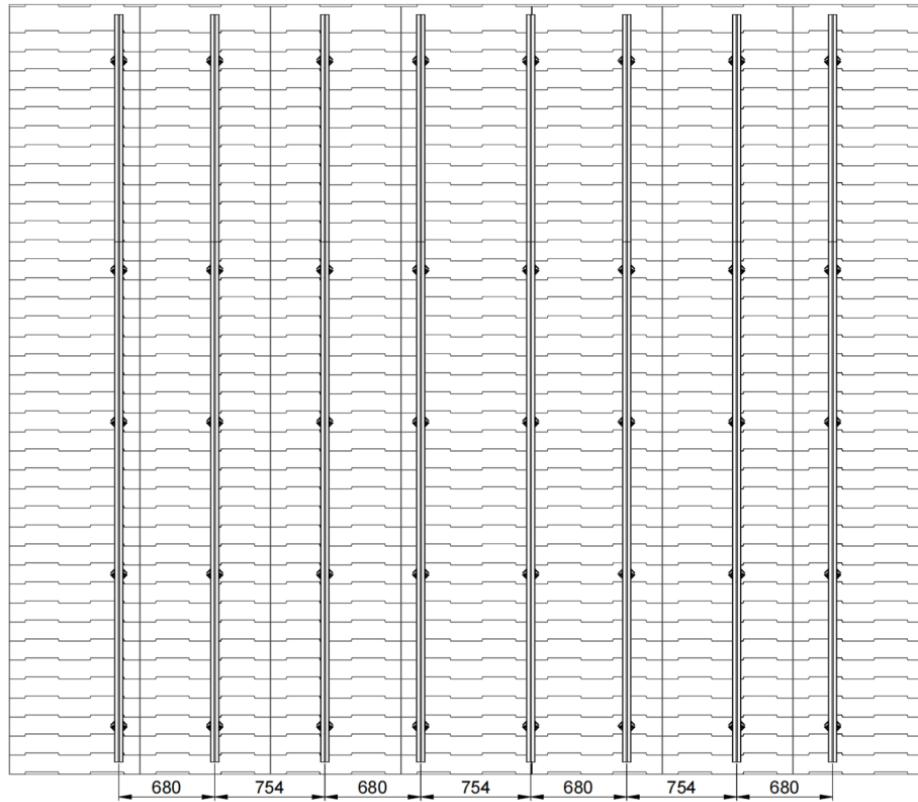

図 1
- 設計施工図面に基づき、レール配置計画を確定し、メジャーと水準器を用いて屋根面にレール中心線の位置を標示する。レールの設置間隔は、上表の基準を満たすこと。設置の際は、図1を参考にレールの間隔を設定すること。また、レール間の間隔は ±5mm の公差内に収まるようにすること。レールと屋根